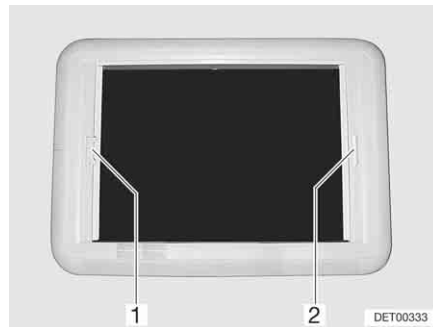

Bild 77 Heki-Dachhaube, Rollo-Verriegelung
- Verdunklungsrollo am Griff (Bild 77,2) zum gegenüberliegenden Griff des Insektenschutzrollos (Bild 77,1) ziehen und einrasten lassen.
- Mit der anderen Hand die Entriegelungsleiste am Griff des Insektenschutzrollos (Bild 77,1) in Richtung Griff drücken. Die Verriegelung wird gelöst.
- Insektenschutzrollo am Griff (Bild 77,1) zum gegenüberliegenden Griff des Verdunklungsrollos (Bild 77,2) ziehen und einrasten lassen.
- Insektenschutzrollo (Bild 77,1) am Griff festhalten und die Entriegelungsleiste in Richtung Griff drücken. Die Verriegelung wird gelöst.